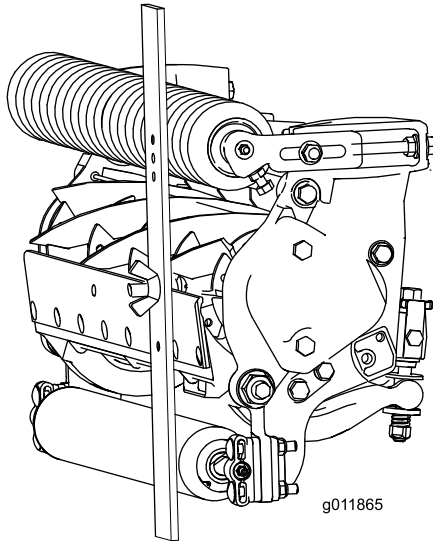

図 19
3. ゲージバーのネジ頭を下刃の切っ先に引っかけ、バーの後端を後ローラに当てがう（図 19）。
4. バーの前端がローラに当たるように、調整ネジで調整する（図 19）。ローラ全体が下刃と平行になるように、ローラの両側を均等に調節する。